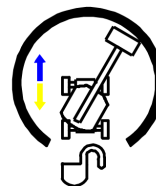

Figure 8-1 Activation de la conduite
- Tournez le plateau rotatif jusqu'à ce que la flèche soit à un certain angle, comme le montre la Figure 8-1.